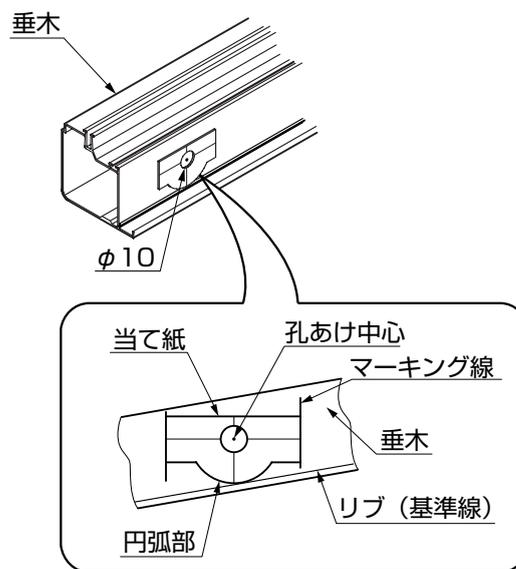

図2-2
- ⑩ マーキング線に当て紙の両端部を合わせ、リブ上部を基準線として円弧部を合わせ、孔あけ中心にφ10の孔をあけてください。(図2-2参照)
- ⑪ ③～⑥を繰り返してください。
- ⑫ 位置出し紙を外してください。